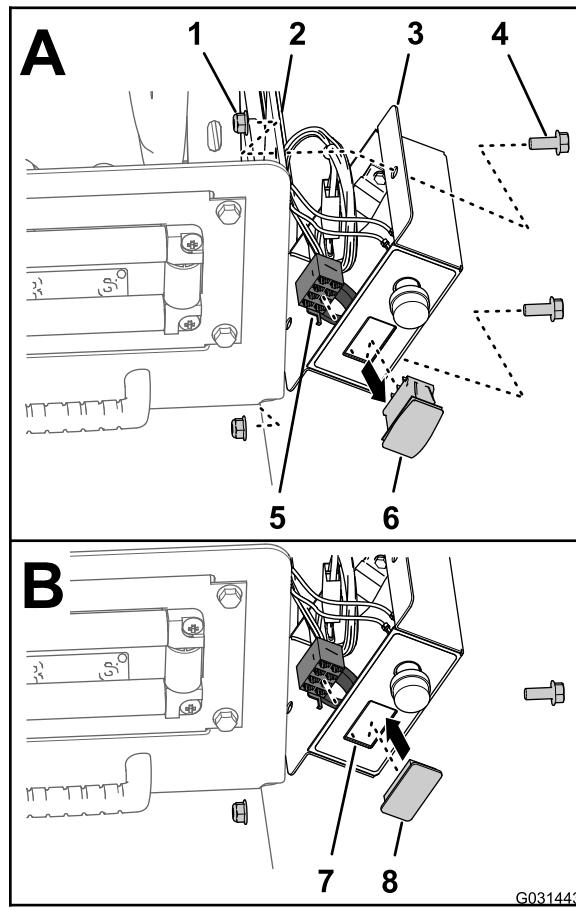

Figura 20
control a la placa de montaje del carrete (Figura 20).
2. Desconecte el conector hembra de 8 vías del arnés de la caja de control del interruptor de presión (Figura 20).
3. Enrute el conector hembra de 8 vías dentro de la caja de control (Figura 20).
4. Apriete las pestañas de retención del interruptor de control de presión y saque el interruptor de la caja de control (Figura 20).
5. Alinee el tapón del interruptor con el orificio de la caja de control de donde retiró el interruptor (Figura 20).
- Inserte el tapón del interruptor en la caja de control hasta que el tapón encaje firmemente en la tapa (Figura 20).
- Alinee la caja de control con la placa de montaje del carrete (Figura 20) y sujetela la caja a la placa con los 2 pernos (5/16" x 3/4") y las 2 contratueras (5/16").